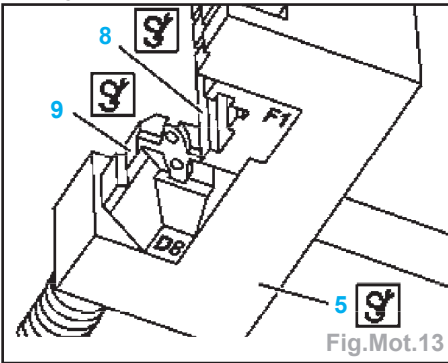

Fig.Mot.13
- démonter les enclumes de contre-appui (6 et 7) sur l'outil de rivetage (5).
- mettre en place l'enclume de montage (8) marquée F1 dans l'outil de rivetage (5) et la bloquer avec la vis de fixation (Fig.Mot.13).